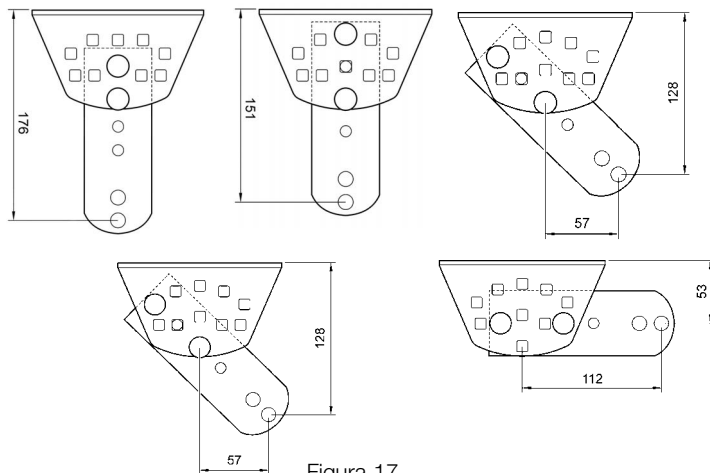

Figura 17
- "C" dipende da come è montata la staffa posteriore (vedere Figura 17) e può variare da 53mm a 176mm. Normalmente è circa 150mm.
5 Per ottenere diversi valori di "C" (vedere Figura 12) è possibile assemblare le staffe e la piastra posteriore in diversi modi come in Figura 17.
20 Se necessario, provare le altre posizioni di assemblaggio consentite dalle piastre posteriori e anteriori. Vedere Figura 17.